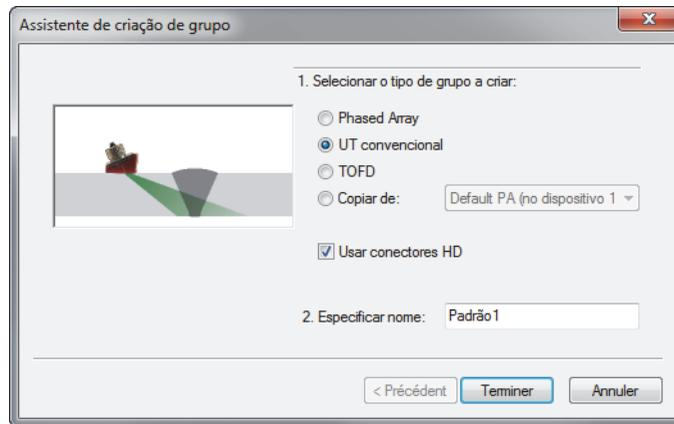

Figura 4-13 Caixa de diálogo do Assistente de criação de grupo (UT convencional)
2. Na caixa de diálogo **Assistente de criação de grupo** que aparece (Figura 4-13 na página 114), proceda da seguinte forma: